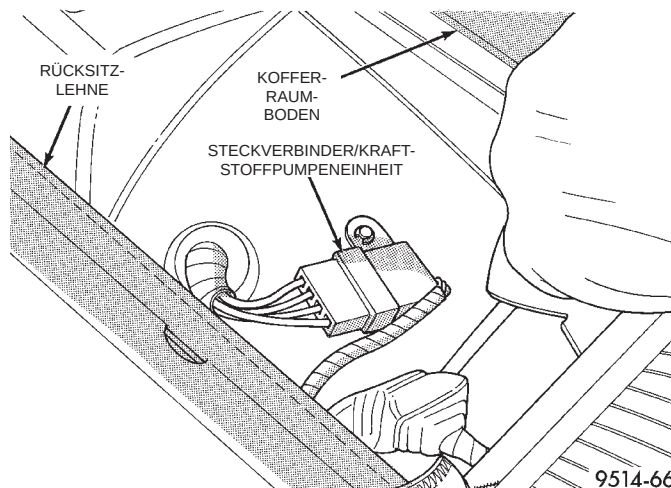

Abb. 57 Steckverbinder/Kraftstoffpumpeneinheit
(23) Den elektrischen Anschluß an der Kraftstoffpumpeneinheit im Kofferraum auf Korrosion oder Beschädigung prüfen (Abb. 57).
(24) Die Anschlüsse zum Tempomat-Servolement prüfen (je nach Ausstattung). Näheres hierzu siehe Kapitel 8H, Tempomat.